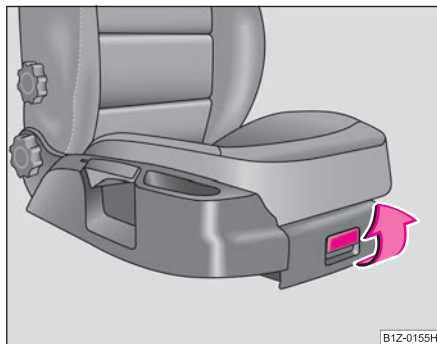

Fig. 105 Scaunul pasagerului dreapta:
- Pentru deschiderea capacului, apăsați pe încuietoare și trageți capacul ⇒ fig. 105.